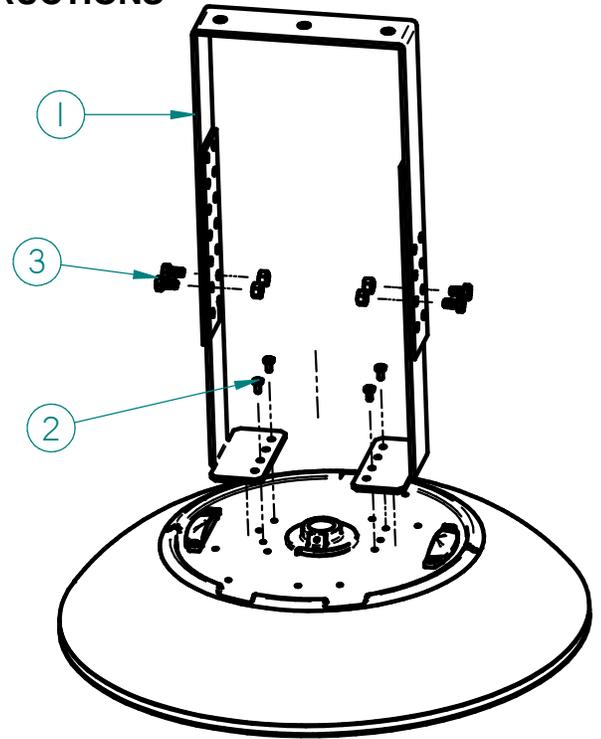

FIGURE 3
- Fixez le montage de l'étrier (1, Fig. 3) au sommet de l'appareil à l'aide des vis Torx #8-32 fournies (2, Fig. 3).
- À l'aide des verrous de glissière, réglez la longueur de la chape à la hauteur souhaitée en retirant les boulons 1/4-20 et les écrous fournis (3, Fig. 3).